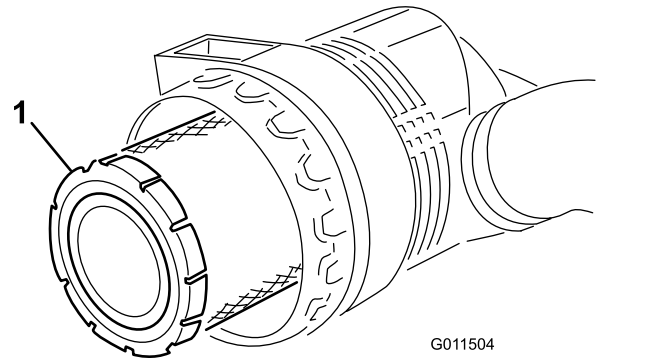

Figure 74
4. Déposez et remplacez le préfiltre (Figure 74).